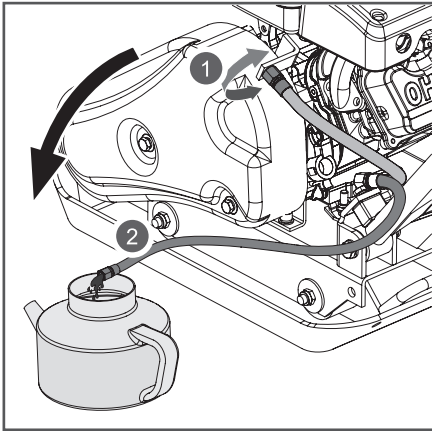

Рис. 19 Замена масла в двигателе
- (1) Техническое обслуживание должно осуществляться более часто, при работе в пыльных условиях.
(2) Данный вид работ необходимо выполнять в авторизованном сервисном центре.
- Открутите соединительную гайку шланга для слива масла от кронштейна крепления и слейте отработанное моторное масло через шланг в подготовленную для этого емкость (Рис. 19).